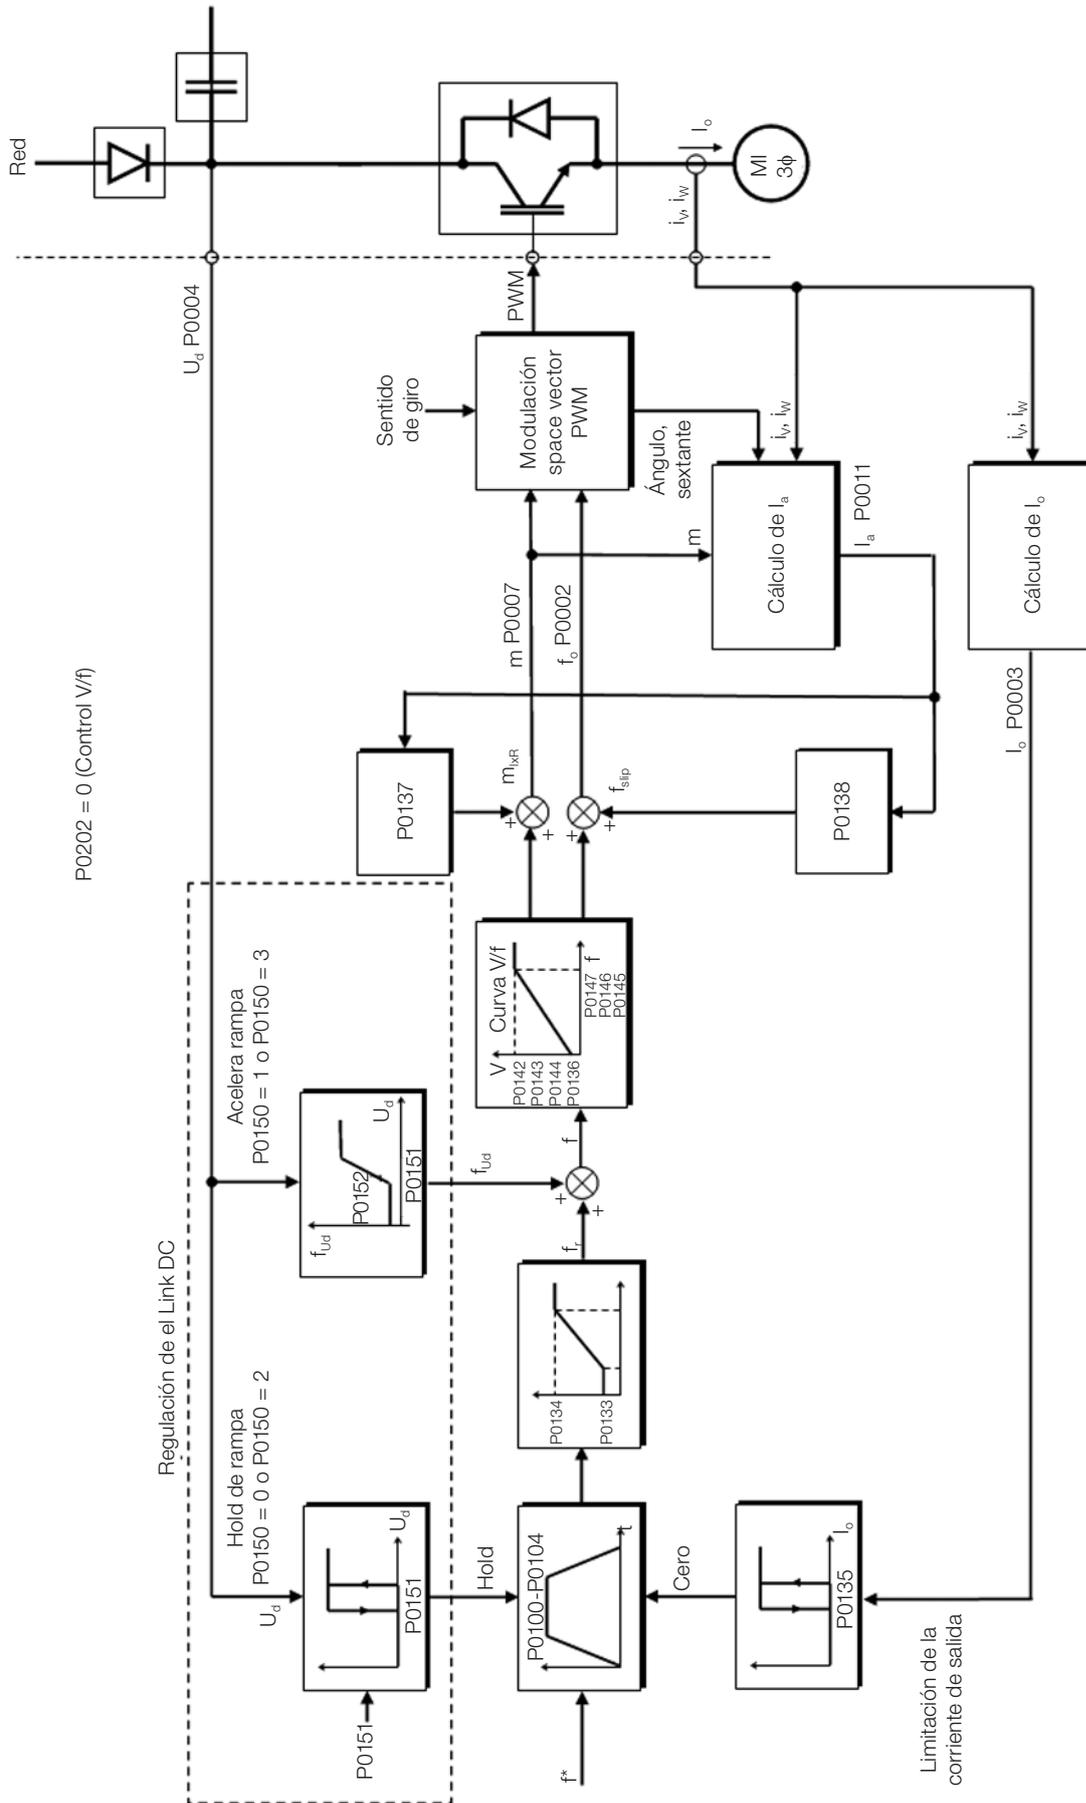
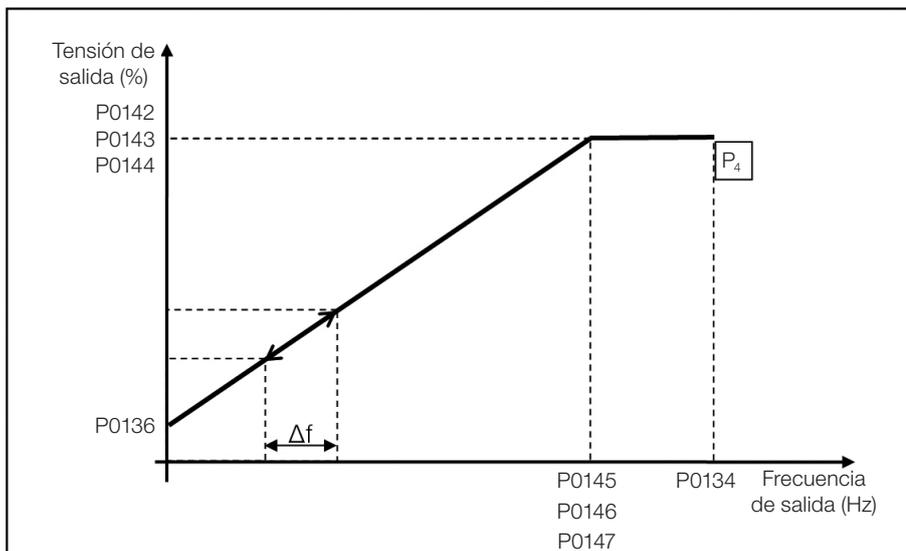

Figura 9.1: Diagrama de bloques del control escalar V/f
Figura 9.5: Compensación de deslizamiento en un punto de operación de la curva V/f estándar
Conforme el diagrama de bloques de la Figura 9.1 en la página 9-2, la referencia de velocidad f^* es limitada por P0133 y P0134 y aplicada a la entrada del bloque "CURVA V/f", donde son obtenidas la amplitud y frecuencia de la tensión de salida impuesta al motor. Para más detalles sobre la referencia de velocidad vea el Capítulo 7 COMANDO LÓGICO Y REFERENCIA DE VELOCIDAD en la página 7-1.
El boost de torque automático compensa la caída de tensión en la resistencia estática en función de la corriente activa. Vea la Figura 9.1 en la página 9-2, donde la variable m_{ixR} corresponde a la acción del boost de torque automático sobre el índice de modulación definido por la curva V/f.
El parámetro P0138 es utilizado en la función de compensación de deslizamiento del motor, cuando es ajustado para valores positivos. En este caso, compensa la caída en la rotación debido a la aplicación de la carga en el eje y, por consecuencia, el deslizamiento. De esta manera, incrementa la frecuencia de salida (Δf) en función del aumento de la corriente activa del motor conforme muestra la Figura 9.5 en la página 9-6. En la Figura 9.1 en la página 9-2 esta compensación es representada en la variable f_{slip} .
El ajuste en P0138 permite regular con precisión la compensación de deslizamiento a través del desplazamiento del punto de operación sobre la curva V/f conforme muestra la Figura 9.5 en la página 9-6. Una vez ajustado P0138 el convertidor es capaz de mantener la velocidad constante incluso con variaciones de carga.
- Actuación: cuando la tensión de el Link DC alcanza el nivel ajustado en P0151 es enviado un comando al bloque "rampa", que inhibe la variación de velocidad del motor de acuerdo con la Figura 9.1 en la página 9-2 y la Figura 10.1 en la página 10-2.